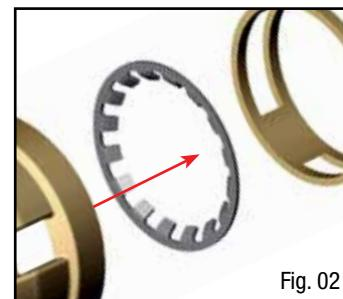

Fig. 02
- D) Posicionar el muelle de bloqueo B y el anillo separador C en el interior del casquillo de contención A, cuidando que el sentido del muelle de bloqueo B sea igual al que tenía antes del desmontaje, esto es, con los dientes dirigidos hacia el anillo separador (Fig. 02).
- D) Colocar os componentes Mola de bloqueio B e Anel espaçador C no interior da Calota de contenção A verificando com cuidado se o sentido da Mola de bloqueio B é o mesmo da etapa de desmontagem, com os pequenos dentes virados para o anel espaçador (Fig. 02). Uma orientação errada da Mola B no interior da conexão é percebida imediatamente porque, neste caso, não se consegue introduzir o tubo multicamadas na conexão. Se isso acontecer, repetir a operação trocando a orientação da Mola de bloqueio B.